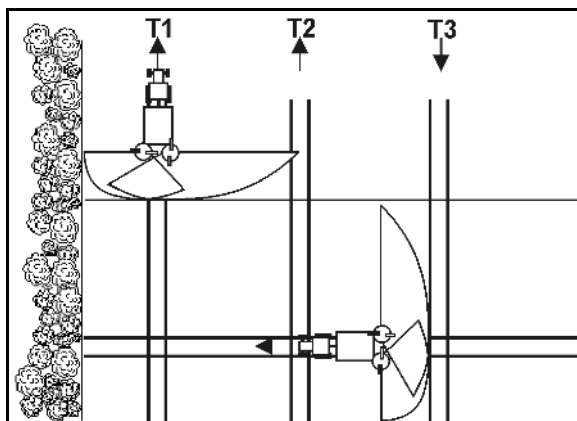

Рис. 92
- Откройте запорную заслонку при въезде на технологическую колею в точке P1 (Рис. 92), если распределяющий диск при прохождении участка X технологической колеи разворотной полосы был снят.
- Закройте запорную заслонку перед выездом с технологической колеи в точке P2 (Рис. 92), если распределяющие диски находятся на уровне первой технологической колеи разворотной полосы.